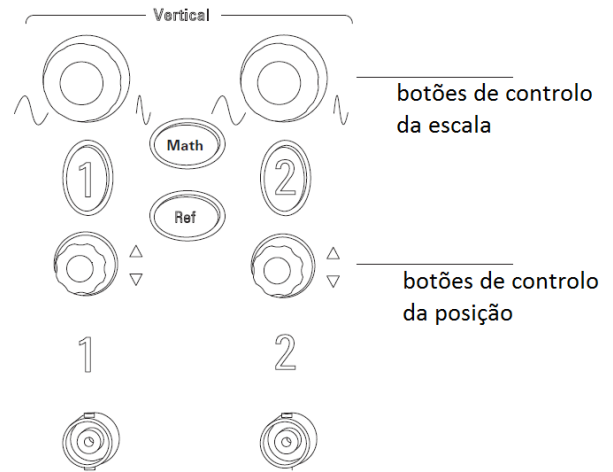

Figura 3: Controlos verticais.
1. Comando de posição vertical (ver figura 3): depois de